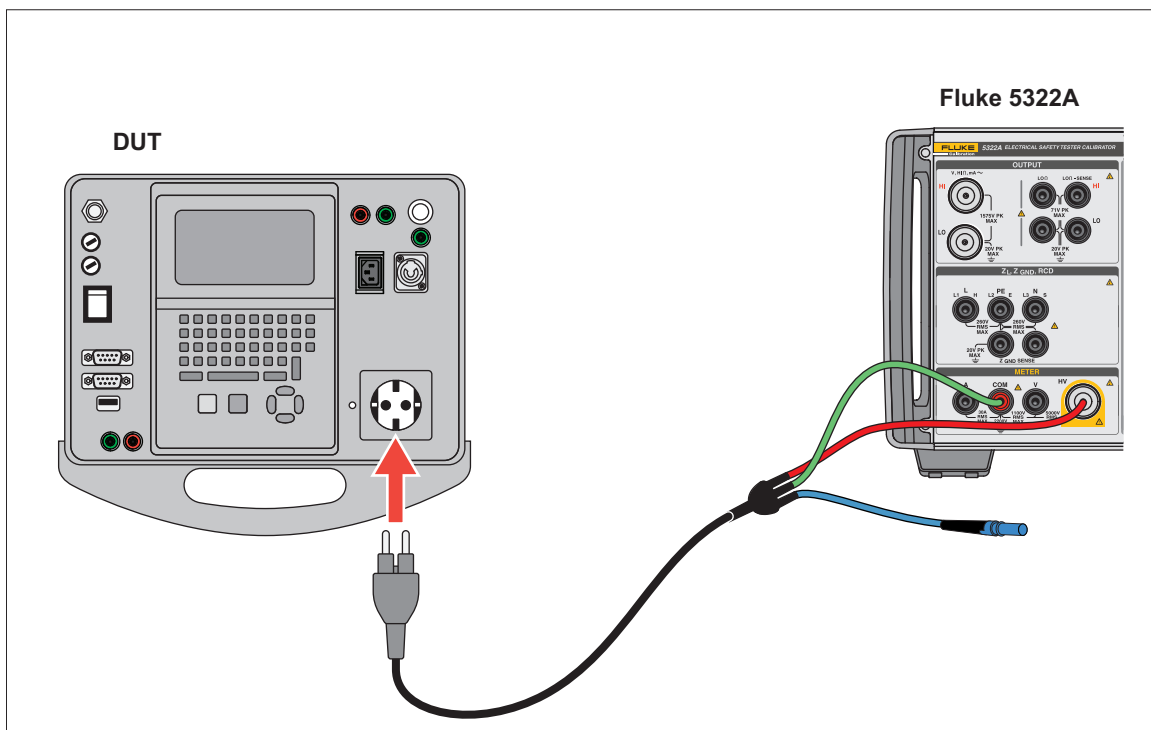

Figura 57. Medición de tensión prueba de flash de clase I
3. Conecte el Producto y el DUT como en la figura 57.